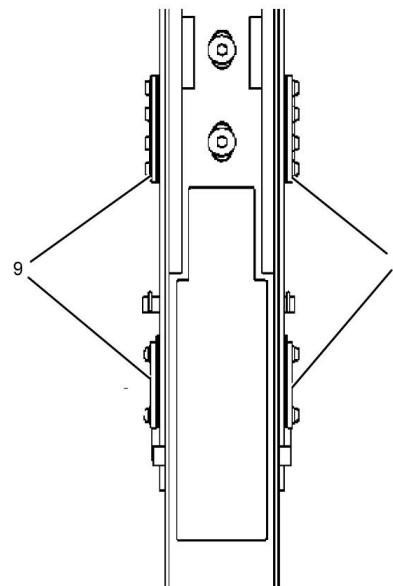

Рисунок 9
5. С помощью измерительного щупа ( $0.25 \text{ mm}$  ( $0.0098 \text{ inch}$ )) проверьте зазор износных накладок с обеих сторон. С одной стороны не должно быть зазора между внутренним ползуном и лицевой поверхностью накладки (9). С другой стороны зазор (8) должен составлять не более  $0.25 \text{ mm}$  ( $0.0098 \text{ inch}$ ). См. рис. 9.